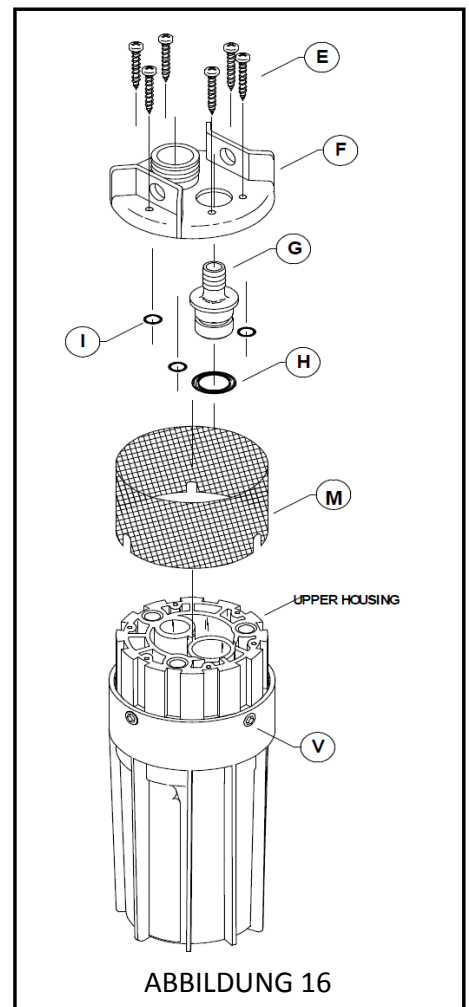

ABBILDUNG 16
### 11. Setzen Sie das Filtersieb (M) ein (Abb. 16).
- 11.2 Richten Sie die Schlitz im Filtersieb (M) mit den Schrauben (V) im Oberen Gehäuse (N) aus und schieben Sie das Filtersieb (M) über die Schrauben (V).
### 12. Setzen Sie den Auslassfilter (G) ein (Abb. 16).
- 12.2 Drücken Sie die Auslassarmatur (G) in die Öffnung im Oberen Gehäuse (N).
### 13. Setzen Sie die Hebeplatte (F) mit den drei O-Ringen (I) auf die Zapfen (Abb. 16).